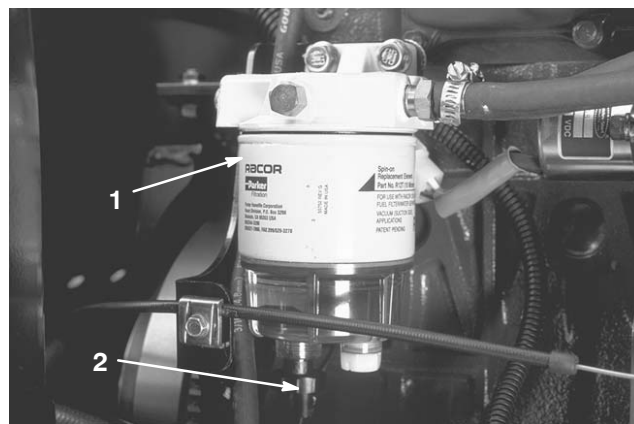

Figure 40
Vidangez chaque jour l'eau ou autres impuretés qui se trouvent dans le séparateur d'eau (Fig. 40).
2. Dévissez le bouchon de vidange en bas de la cartouche du filtre (Fig. 40). Revissez le bouchon quand la vidange est terminée.